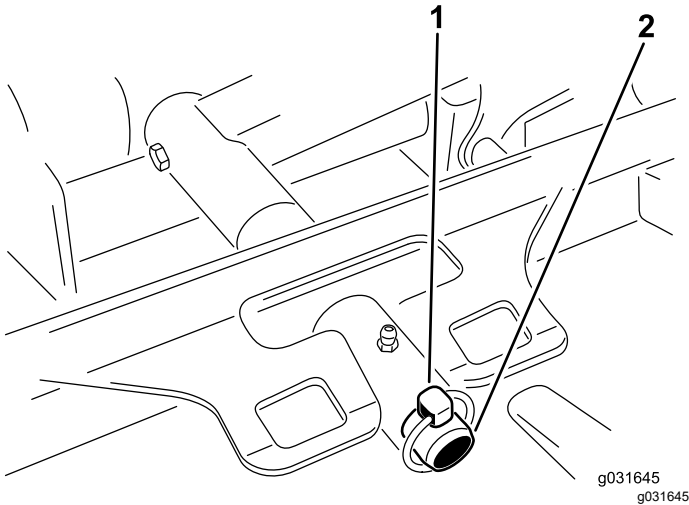

Bild 69
- Entfernen Sie den Klappstecker oder die Befestigungsmutter, mit der der Mähwerkträgerrahmen am Hubarm-Lagerbolzen befestigt ist (Bild 69).
- Schieben Sie den Mähwerkträgerrahmen auf den Lagerbolzen des Hubarms und befestigen Sie ihn mit dem Klappstecker oder der Befestigungsmutter (Bild 69).